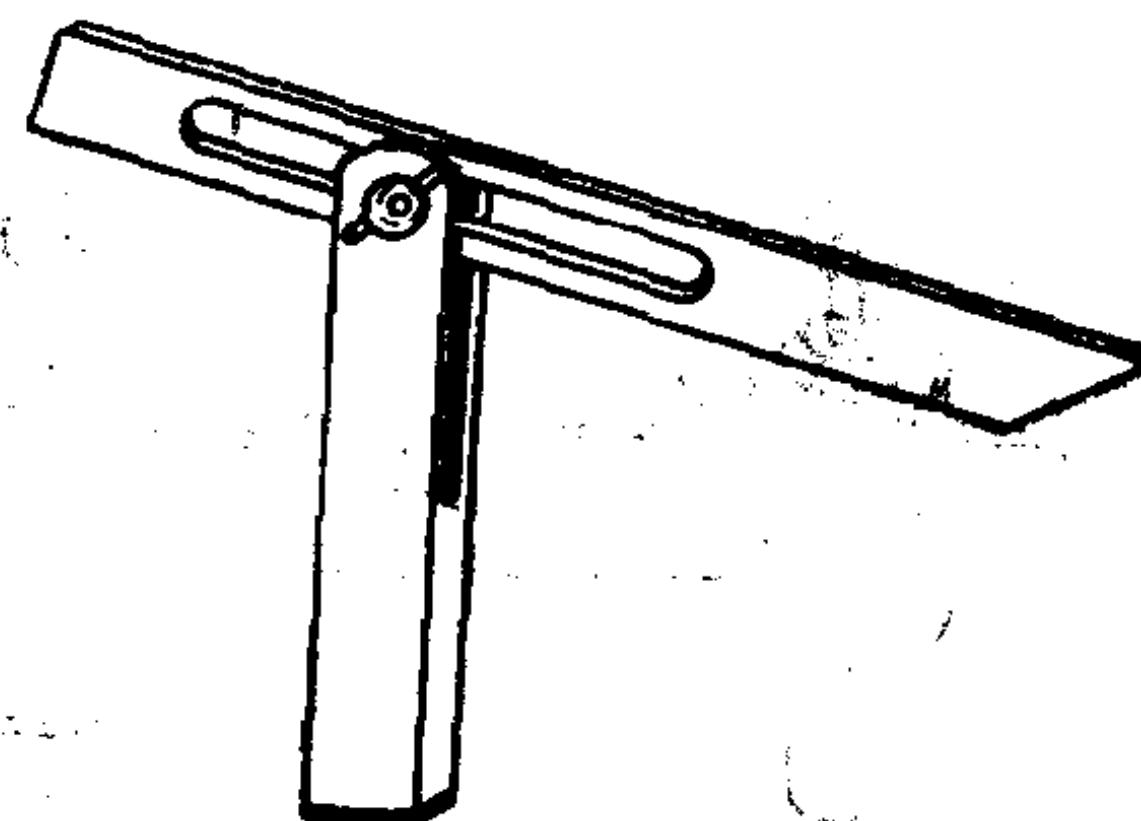

图2-11 活络尺
(3) 活络尺 这种尺可以根据不同需要任意改变尺身的角度，为有斜度要求的各种特殊工件划线。这种尺多数是木工自己制作的(图2-11)。